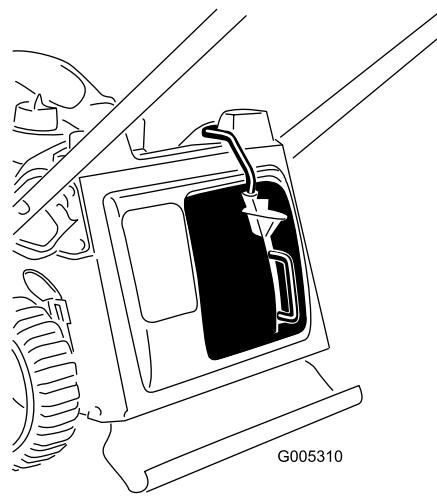

Bild 10
- Lassen Sie die Taste am Hebel los und stellen Sie sicher, dass die Oberseite des Hebels ganz im Schalterkanal liegt (Bild 10). **Wenn die Hebeloberseite nicht im Schalterkanal liegt, springt das Mähwerk nicht an!**